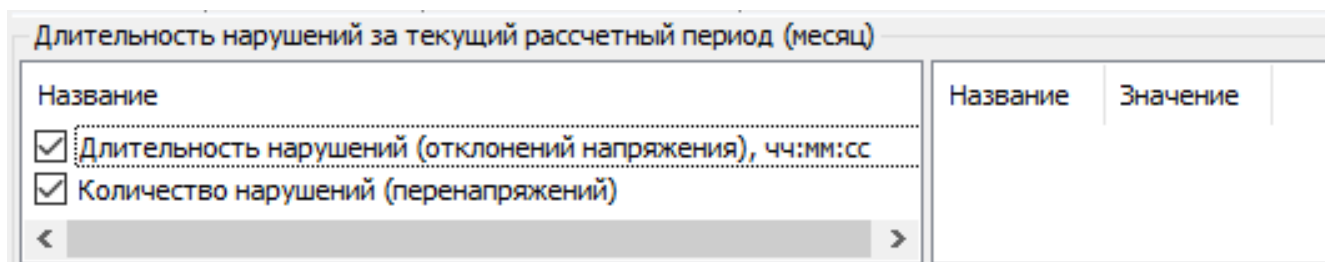

Рисунок 50 – Длительность нарушений за текущий расчетный период (месяц)
6.6.1.6 Количество фактов перенапряжения за расчетный период в точке поставки электрической энергии на величину 20% и более от опорного напряжения « $U_{опор}$ » доступно для чтения в ТПО AdminTools во вкладке «Состояние → Длительность нарушений за текущий расчетный период (месяц)», см. рисунок 50: